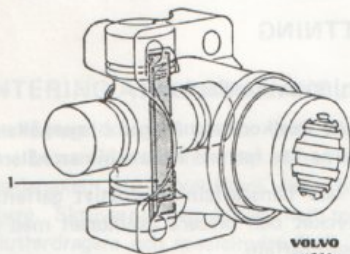

Bild 16. Montering av nållager (tid. utf.)
OBS! Se vid monteringen av utf. I till att bandet (1, bild 16) på bakre kardanknuten kommer att ligga i de härför avsedda urtagen på medbringaren.
**OBS! Endast utf. I.** På främre och bakre kardanknuten finns ett plåtband som håller samman två av nållagren. Ge vid monteringen noga akt på att detta band kommer att ligga i urtagen på resp. medbringare, se bild 16. I annat fall klämms lagret ovalt när U-klammerna dras åt. Dra muttrarna för klammerna med ett moment av 1,40–1,65 kpm (10–12 foot-pound).
Plåtbandet för nållagren på främre eller bakre kardanknuten felmonterat. (Endast tid. utf.).	Montera bandet rätt. Se bild 16.